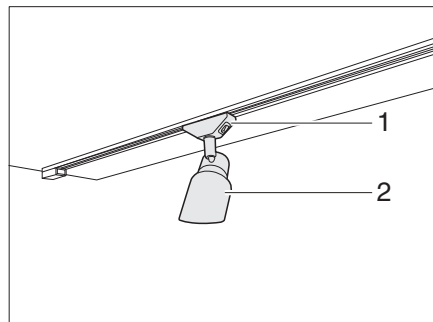

Fig. 61 Foco
- Sujetar el soporte (Fig. 61,1) y girarlo en 45°.
- Sacar el foco (Fig. 61,2) del sistema de rieles.
- Colocar el foco (Fig. 61,2) en el sistema de rieles en la posición deseada y girarlo en 45°.